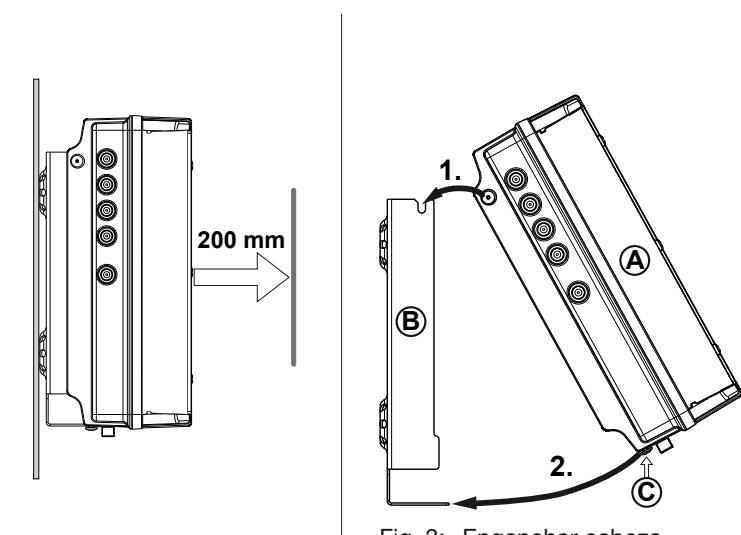

Fig. 3: Enganchar cabeza terminal
1. Monte el soporte de pared en posición horizontal sobre la superficie de montaje, véase ⑧ en Fig. 3. Al hacerlo tenga en cuenta:
2. Enganche la cabeza terminal ⑨ al soporte de pared ⑧; véase Fig. 3.
3. Apriete el tornillo ⑩.